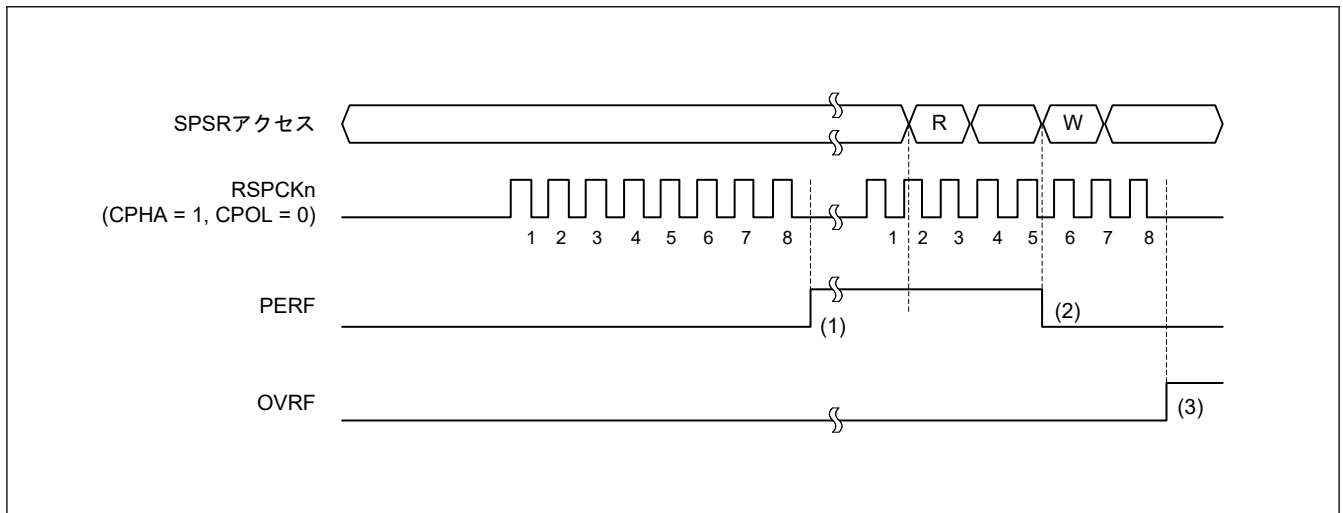

図 32.42 OVRF フラグおよび PERF フラグの動作例
図 32.42 に、OVRF フラグと PERF フラグの動作例を示します。図 32.42 に記載の SPSR アクセスは、SPSR レジスタへのアクセス状況を示しています。W は書き込みサイクル、R は読み出しサイクルを示しています。この例では、SPCR.TXMD ビットが 0、SPCR2.SPPE ビットが 1 の状態で全二重同期式シリアル通信を行います。SPCMDm.CPHA ビットが 1、SPCMDm.CPOL ビットが 0 の設定で、SPI が 8 ビットのシリアル転送を実行しています。RSPCK_n 波形の下に記載した数字は、RSPCK サイクル数 (= 転送ビット数) を示しています。
以下に、図 32.42 の (1)~(3) に示したタイミングでのフラグの動作内容を説明します。